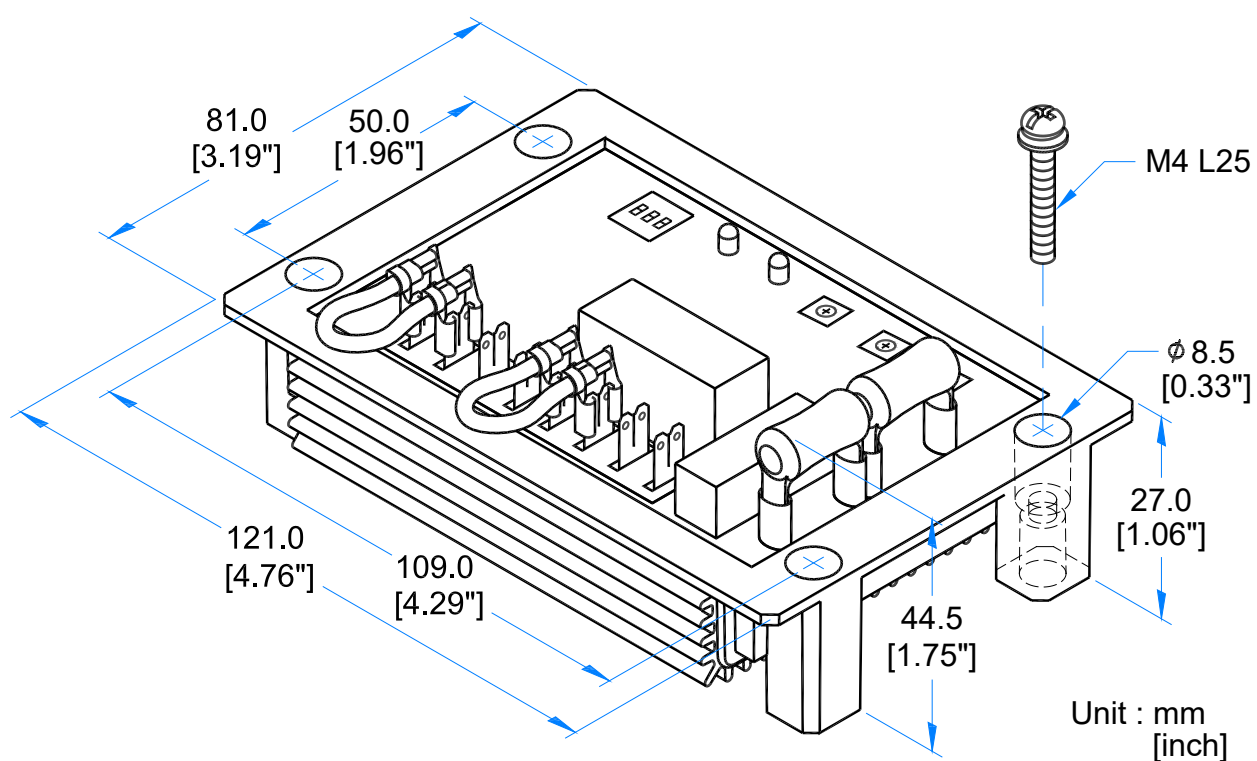

図 1 寸法図
2. AVRを発電機の適当な位置に取り付けてください。(図 1)取付穴寸法図をご参照ください。緑コンデンサ垂直を上向きに取り付けてください。放熱効果を高めることができます。